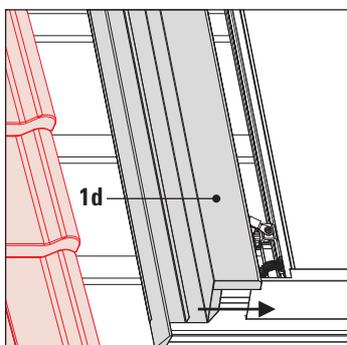

Fig. 3-48 Fase di lavoro 7
7. Inserire la parte laterale sinistra (1d) nella copertura di protezione visiva e applicarla al profilo del collettore. Innestare e posizionare la parte laterale destra (1d) premendo verso il tetto e spingendo contemporaneamente verso il collettore piano (fig. 3-48).